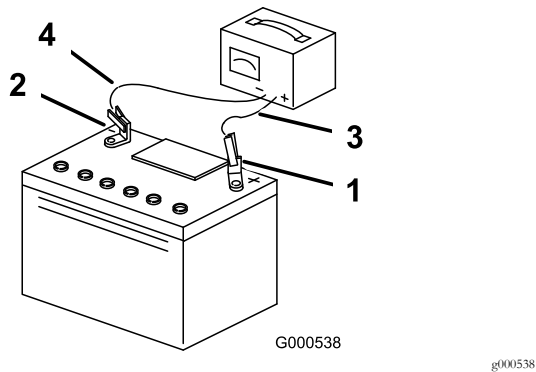

Bild 47
3. Ziehen Sie den Stecker des Ladegeräts aus der Steckdose, wenn die Batterie ganz aufgeladen ist. Klemmen Sie dann die Klemmen des Ladegeräts von den Batteriepolen ab (Bild 47).